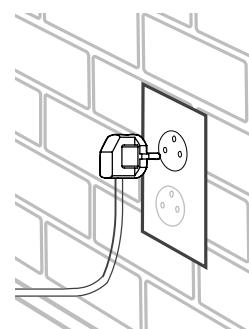

Figure 2.3
- Branchez-le sur une prise de courant de la cuisine. [Figure 2.3]